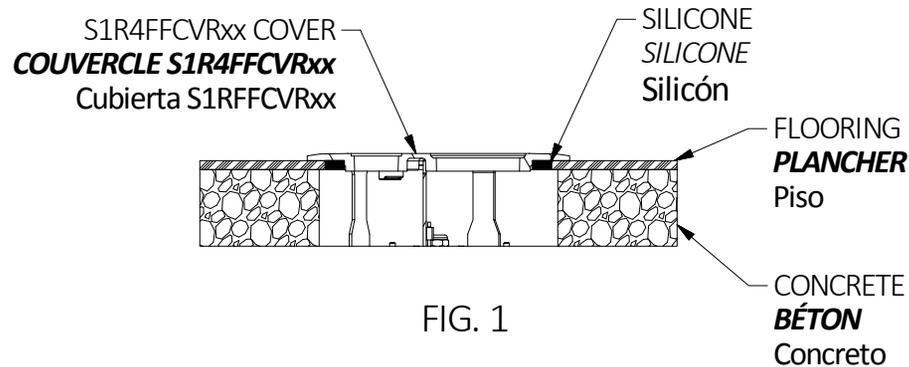

FIG. 1
3) Apply a ¼ in thick continuous bead of electrical type RTV silicone fully around the perimeter underside of the flange portion of the cover as shown. Fig 1. Silicone height shall be at least the same as the flooring height.
- 3) Appliquer un cordon continu de 6,3 mm de silicone RTV pour applications électriques sur tout le périmètre intérieur du rebord du couvercle conformément à la Fig. 1. La hauteur du cordon doit être au moins équivalente à la hauteur du plancher.